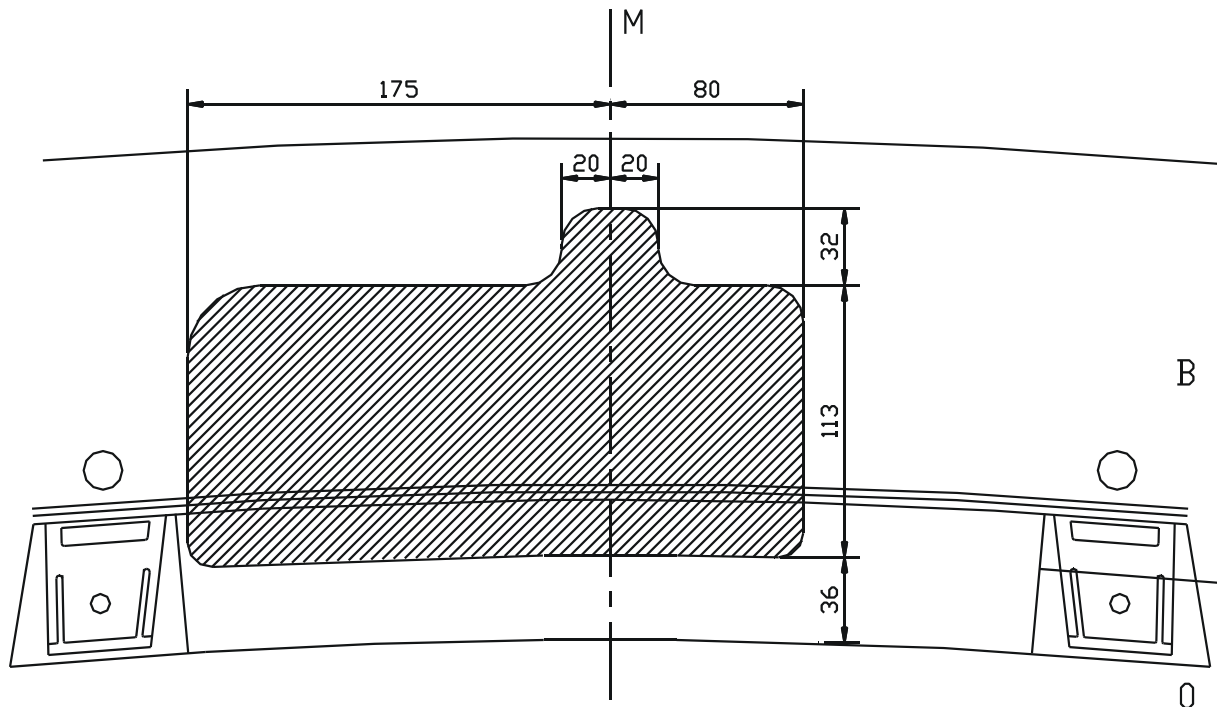

Fig. 1 - T45
OPMERKING : Voor de standaard trekhaak T45 zie fig. 1
- 1) Visser le poussoir à ressort M10 dans l'écrou soudé de la plaque de prise selon figure 1, de sorte que seule le goujon dépasse de la plaque.
- 1) Screw the spring press bolts M10 in the welded nut of the plug plate according to figure 1. Make sure that only the little ball comes over the plug plate.